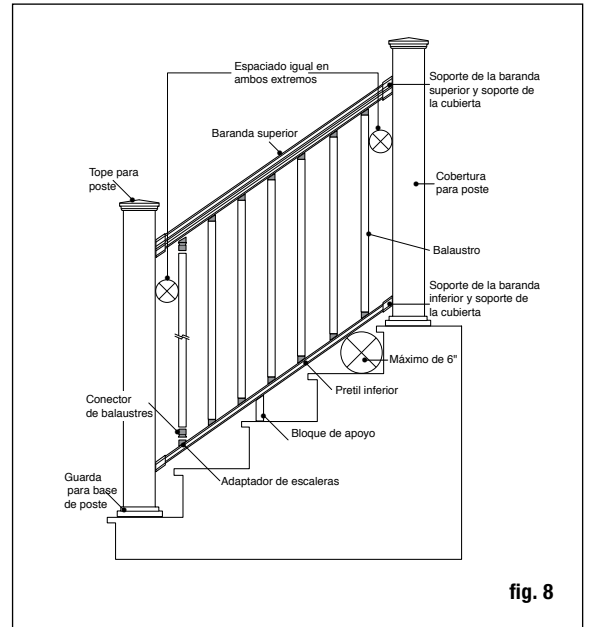
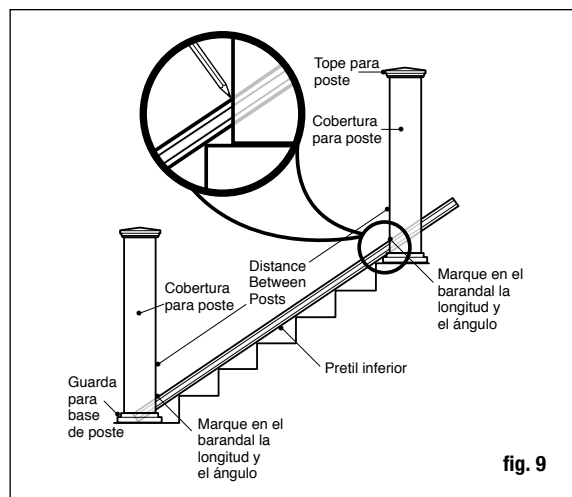

fig. 8
fig. 9
**Paso 6** Mida la distancia entre las coberturas de poste instaladas para determinar la longitud de los barandales superior e inferior. Posicione el barandal inferior en los peldaños de la escalera al lado de los postes y ajústelo de modo que la distancia entre el primer agujero de balaustre y el poste sea mayor a 2-3/4" como mínimo o igual en ambos extremos (fig. 8). Marque el barandal en la longitud y ángulo apropiado. Corte el barandal inferior. Corte el barandal superior a la misma longitud y ángulo (fig. 9).
**Paso 8** Coloque las cubiertas de soportes del barandal apropiado y los soportes para escalera en los extremos del barandal inferior. Ponga especial atención a los soportes que utilice, ya que son diferentes dependiendo de si es el barandal superior o inferior y del ángulo hacia arriba o abajo. Sostenga el barandal inferior entre los postes en los peldaños de la escalera (fig. 9). Podría necesitar colocar cuñas iguales entre dos rebordes de peldaños para elevar el barandal inferior. Consulte los requisitos en su área. Generalmente, no puede permitirse que pase una esfera de 6" a través del triángulo formado por el barandal inferior, el travesaño y la contrahuella (fig. 8). Centre el soporte de la escalera en el poste. Usando el soporte de escalera como guía, marque las posiciones de los tornillos en la cobertura del poste y en el barandal en ambos extremos. Pretaladre agujeros guía de 1/8" a través de la cobertura de poste y del barandal. Sujete el soporte de escalera a la cobertura del poste usando los tornillos cuadrados de cabeza plana #8 - 15 x 2" - #2 y luego sujete el soporte de escalera al barandal usando tornillos cuadrados autorroscantes de cabeza oblea #8-16 x 3/4" - #1.